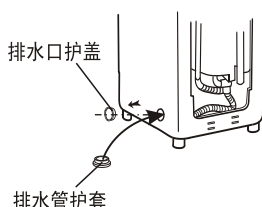

图4
3. 将另一侧排水口护盖卸下（拆卸方法同排水管护套拆卸方法），将排水管护套装上，如图4所示。